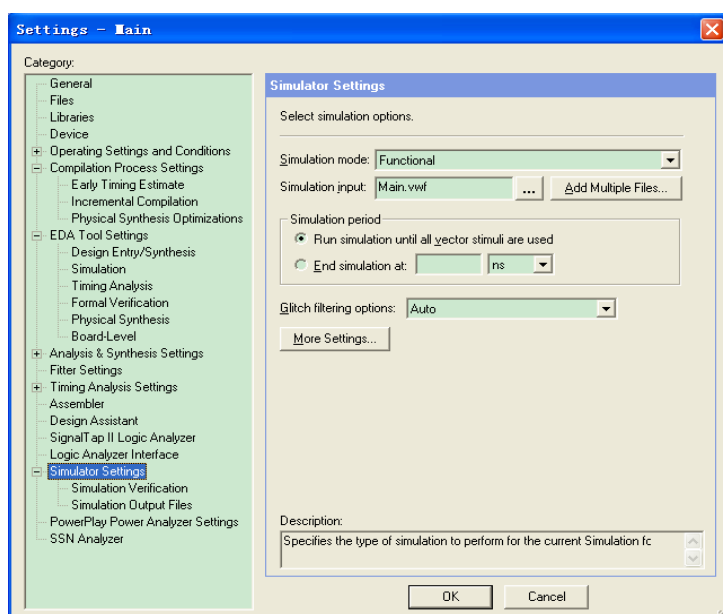

图 20 仿真器参数设定
(6) 波形文件存盘。选择“File”菜单下的“Save”命令，或直接单击工具栏上的按钮，将仿真文件以顶层实体名命名“main.vwf”的波形文件存入工程文件夹中。
(7) 仿真器参数设计。选择“Assignment”菜单下的“Settings...”项，在“Settings”窗口中左侧“Category”栏中选择“Simulator settings”项，打开如图 20 所示的窗口。在“Simulation mode”项目下选择“Functional”即功能仿真，在“Simulation input”栏中，单击按钮，找到并选择对应顶层实体的仿真激励文件“lmain.vwf”。在“Simulation period”栏中选择“Run simulation until all vector stimuli are use”即全程仿真。